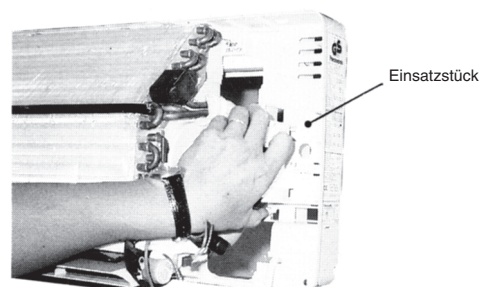

Abb. 6
- Das Einsatzstück herausnehmen. Nun kann der Motor, wie in Abbildung 6 und 7 dargestellt, herausgenommen werden.